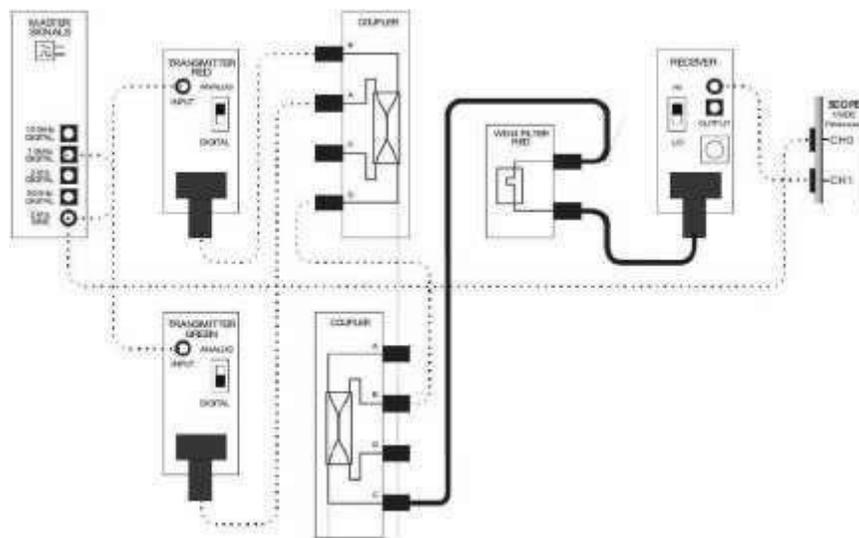

Figura 4
11. Cambiar el circuito añadiendo el filtro WDM rojo como se muestra en la Figura 4.